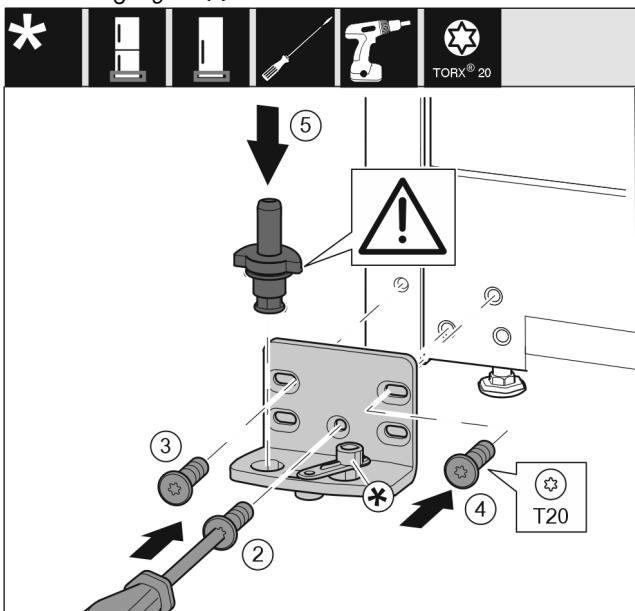

Fig. 18
- Lagerbock auf der anderen Seite ansetzen und mit Hilfe eines Schraubendrehers anschrauben. Mit der Schraube Fig. 18 (2) unten in der Mitte beginnen.
- Schraube Fig. 18 (3) und Schraube Fig. 18 (4) fest-schrauben.
- Lagerbolzen Fig. 18 (5) komplett einsetzen. Dabei darauf achten, dass der Rastnocken nach hinten zeigt.